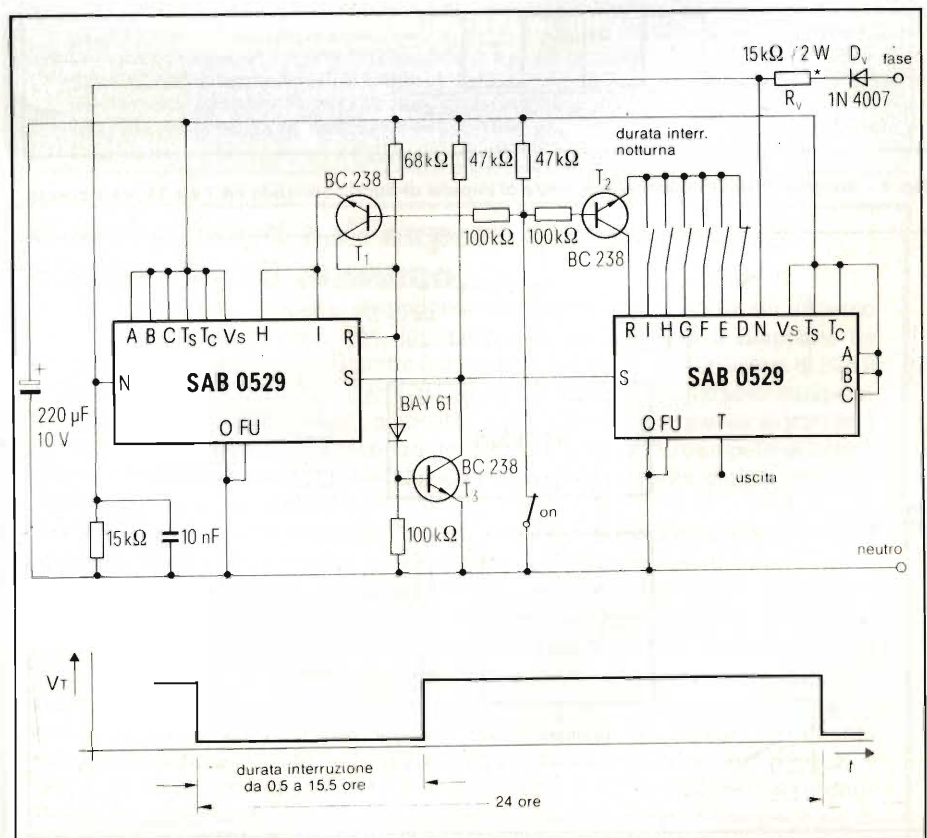

Fig. 3 - Sistema di temporizzazione per impianti di illuminazione, per sistemi di riscaldamento ecc.
Fig. 3 - Esempio di montaggio dell'SFH 900. Le sporgenze (N) presenti nella clip di montaggio in plastica flessibile possono inserirsi negli incavi laterali presenti nel contenitore dell'SFH 900, e bloccare pertanto nella maniera più semplice ed efficace, il sensore ottico a riflessione.